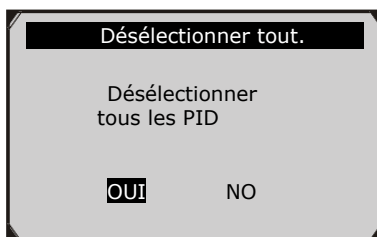

Figure 5.18
- Un message s'affiche pour vous demander votre confirmation. (Figure 5.18)